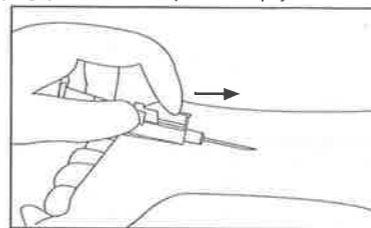

Rysunek 6
8. Potwierdzić natychmiastowy wsteczny napływ krwi do cewnika po jego wprowadzeniu do naczynia. Krew powinna dopłynąć do komory napływu krwi. Aby uzyskać ciągły napływ krwi, usunąć zatyczkę odpowietrzającą (patrz Rysunek 6) i podłączyć strzykawkę (patrz Rysunek 7).